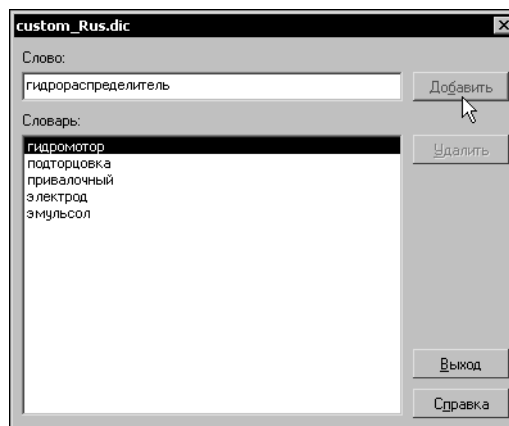

Рис. 69.5. Диалог редактирования вспомогательного словаря
3. В появившемся на экране диалоге редактирования словаря (рис. 69.5) выполните одно из следующих действий: